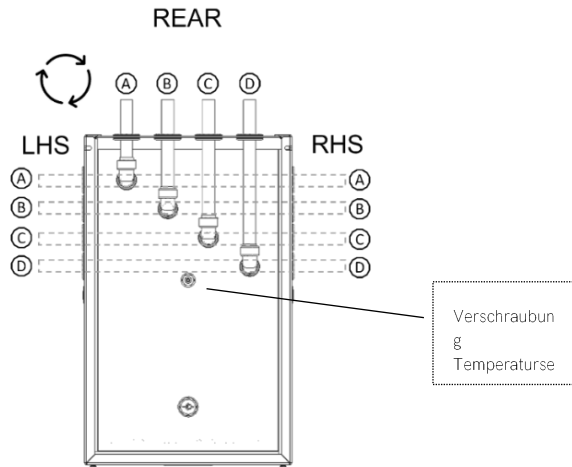

Abbildung 8: Thermino TS Wärmebatterieanschlüsse
- Drehen Sie die Winkelstücke zu der Seite, an die Sie die Hydraulik anschließen möchten (links, rechts oder hinten) (Abbildung 8).
Vorlauf von der externen Wärmequelle zur Wärmebatterie muss an Anschluss B angeschlossen werden und der Rücklauf von der Wärmebatterie zur externen Wärmequelle an Anschluss C zurückführt werden (Abbildung 8).
1. Vergewissern Sie sich, dass sich der Temperatursensor der Wärmebatterie während des Transports nicht gelöst hat und vollständig in der wasserdichten Tasche steckt. Die weiße Markierung muss oben auf der blauen Kabelverschraubung sitzen (siehe Abbildung 8).